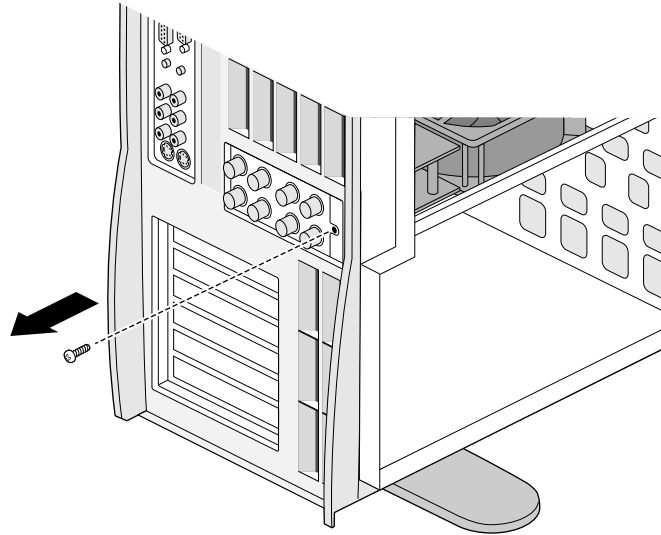

Abbildung 5-21 Entfernen der Schraube für die Silicon Graphics SD1100-Karte
5. Auf der Rückseite des Systems befindet sich die E/A-Leiste mit den Silicon Graphics SD1100-Anschlüssen. Siehe Abbildung 5-21.